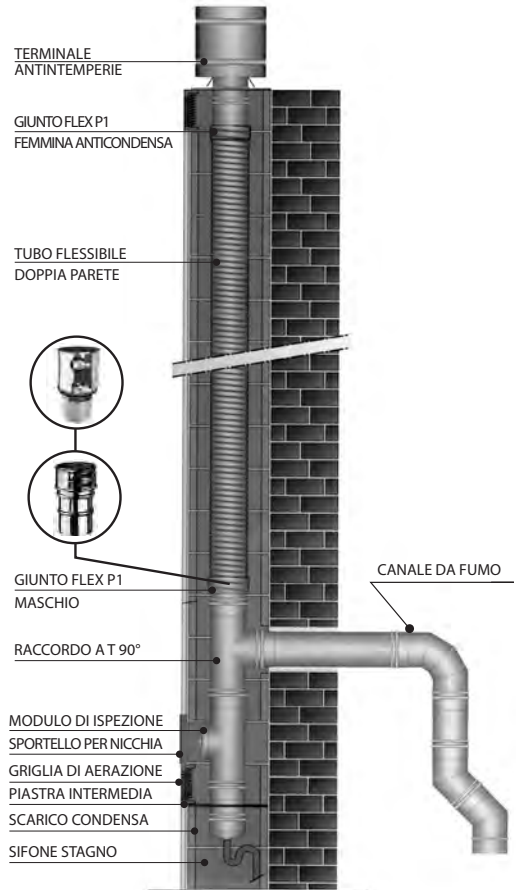

FIGURA 3
5.1. Schema di montaggio per condotti che lavorano in pressione positiva fino a 200 Pa (figura 3)
- Posizionare il manicotto flex P1 (FLDP31604FKM) tra gli elementi rigidi e il condotto flessibile come illustrato nella figura 3.